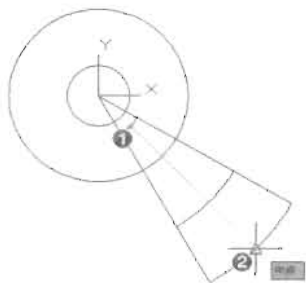

图 13-134
(1) 打开“中点”捕捉功能, 利用 Line 命令绘制连接圆弧中点 A 和中点 B 的直线, 如图 13-134 所示。